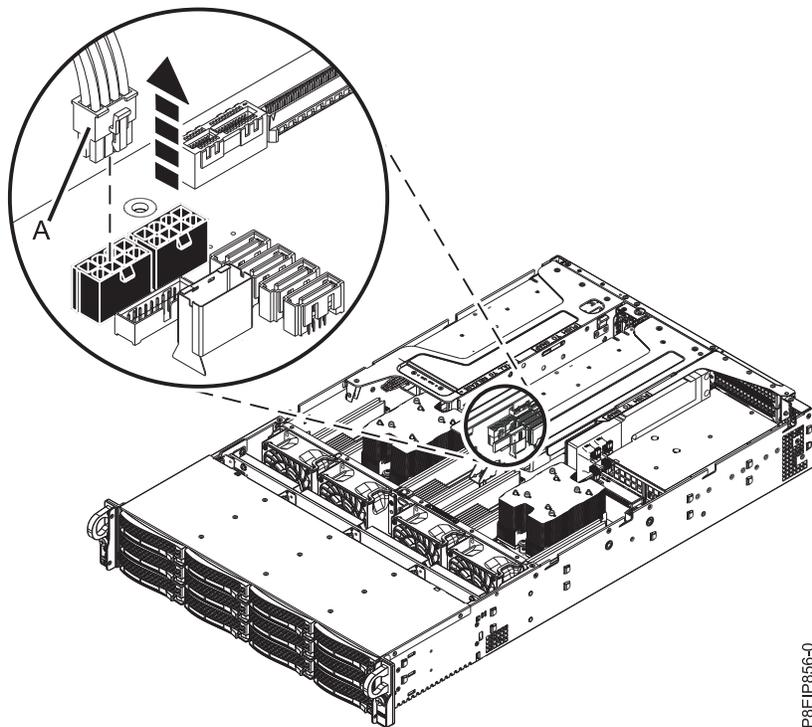

Figura 24. Desconectando o cabo de energia da GPU
- c. Desconecte o cabo de energia da GPU (A) do painel traseiro do sistema conforme mostrado na Figura 24. Com o polegar, pressione a trava de liberação no conector para remover o cabo.